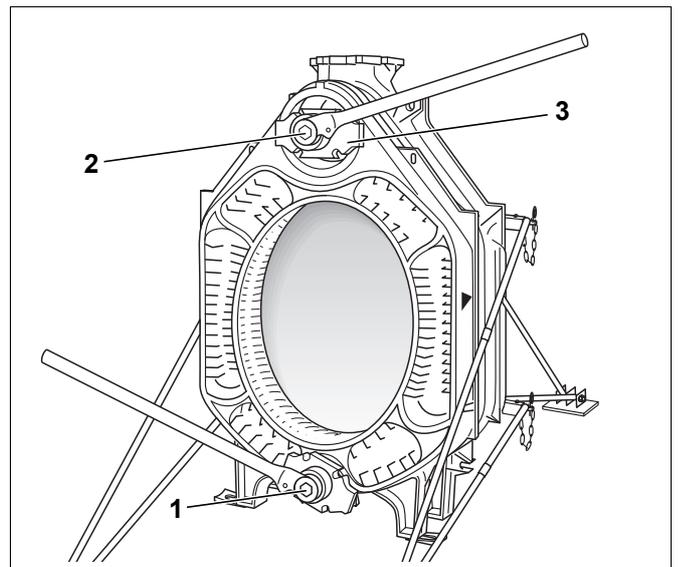

Bild 19 Kesselpresswerkzeug verwenden
Kesselpresswerkzeug der Größe 2.2 oder 2.3 verwenden (Bild 4 bzw. Bild 5 und Bild 19, **Pos. 1** und **2**).
- ▶ Druckflansche (Bild 19, **Pos. 3**) mit Spannmutter auf die Zugstangen (Bild 4, Seite 13 bzw. Bild 5, Seite 13, **Pos. 4**) aufschieben.